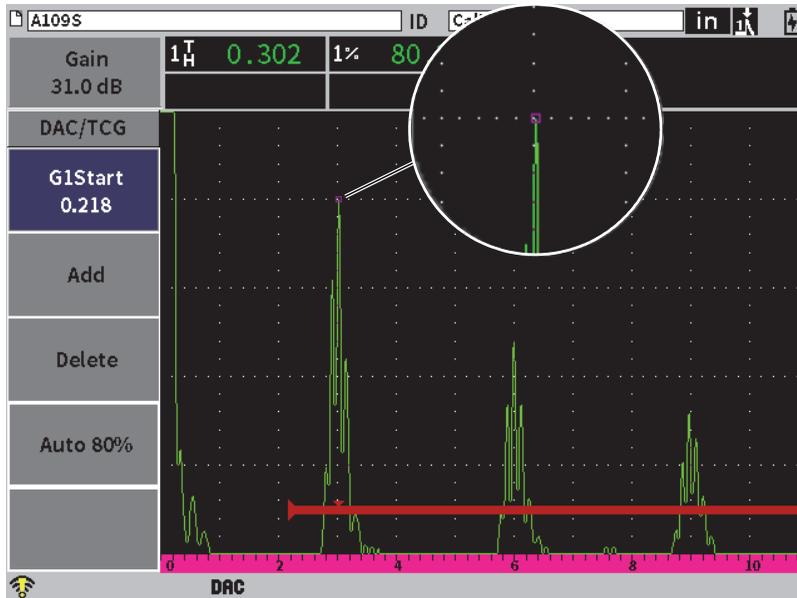

図 11-4 最初の DAC ポイント
2. タブキーを押して**追加**をハイライトし、Enter キーを押して最初のポイントを追加します（180 ページの図 11-4 参照）。